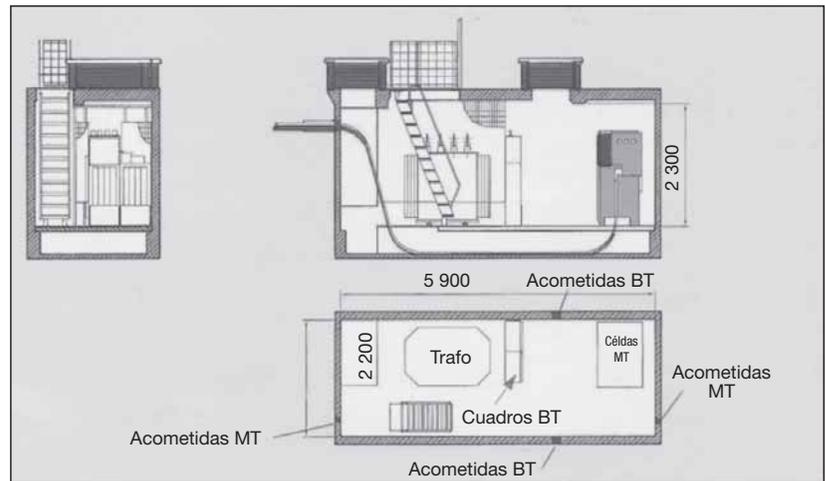

Fig. 1.20. Acceso a CT subterráneo.
- **Subterráneo.** Está instalado bajo la vía pública o en el sótano de un edificio, y la entrada de personal y los aparatos están a nivel del suelo (Fig. 1.20).